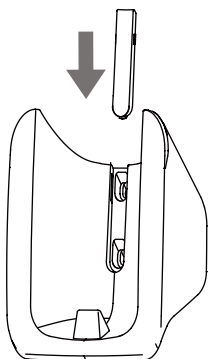

Imagen 2.4
2) Coloque la tapa del tornillo en la cubierta del soporte en la parte superior de los tornillos (consulte la Imagen 2.4);